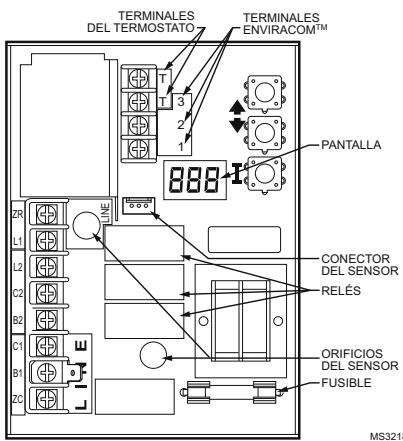

Fig. 5. Circuito impreso con las conexiones del sensor y los orificios del cilindro para los modelos de montaje vertical.
3. Con cuidado, alinee el sensor de reemplazo con el orificio del circuito impreso y guíelo a través de la cubierta Aquastat y dentro del cilindro. (Consulte la Fig. 5).
5. Para conectar el sensor al circuito impreso, presione el conector de la unidad del sensor sobre el conector de acoplamiento del circuito impreso (consulte la Fig. 5).
DOWN (abajo) e I (consulte la Fig. 5) durante tres segundos. Presione el botón I hasta que se muestre la función que necesita ajustar: